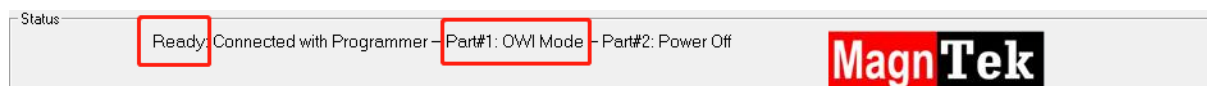

图 6.1.10 烧写完成后状态信息栏内容
9、编程结束，信息栏提示 Ready 字样（图 6.1.10），芯片进入 OWI 模式， 点击 Comm Lock 按钮锁定芯片通信（图 6.1.11），使其不能再次编程，以防止使用过程中误触发使芯片进入通信模式。点击 Power off，芯片断电后即可取出芯片（传感器），至其他设备做相应测试或直接使用。